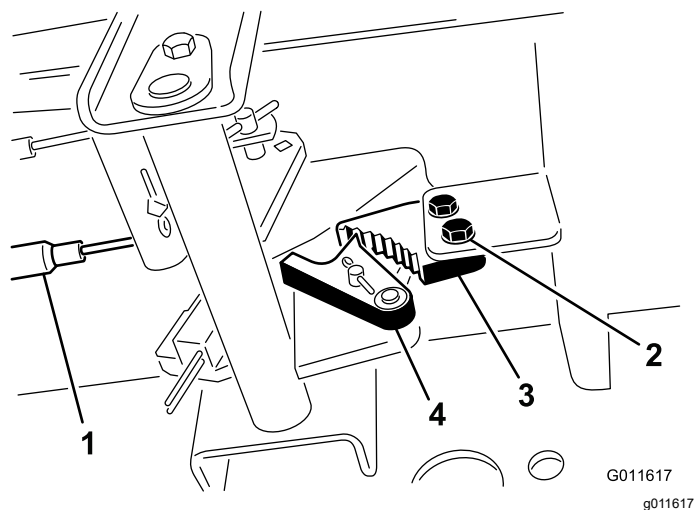

Figura 70
1. Allentate le due viti che fissano il nottolino del freno di stazionamento al telaio (**Figura 70**).
2. Premete in avanti il pedale del freno di stazionamento finché il fermo non s'innesta completamente nel nottolino del freno (**Figura 70**).